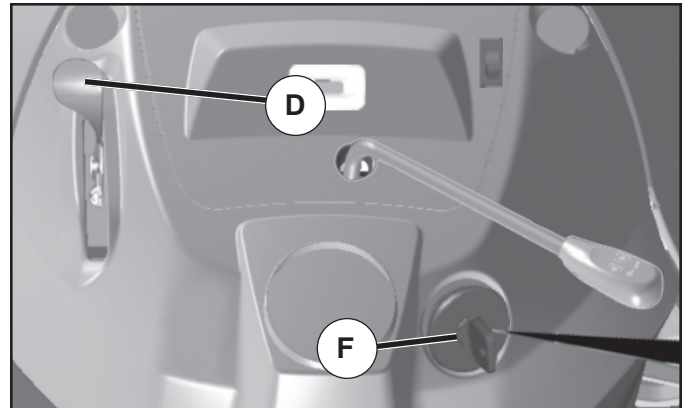

Fig. 6
- Mueva el control de la aceleración (D) a la posición de lento.
- Gire la llave de ignición (F) a la posición de apagado "STOP" y remueva la llave al abandonar el tractor para evitar el uso no autorizado.
### PARA USAR EL CONTROL DE LA ACELERACIÓN (D) (VEA FIG. 6)